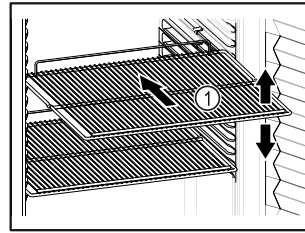

Fig. 47 Приблизне відображення
- Якщо решітки для зберігання Fig. 47 (1) знімні, відрегулювати по висоті.